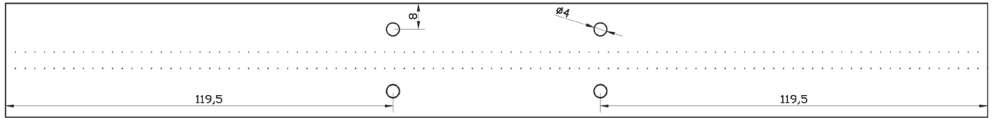

Fig. 3
3) Per una maggiore facilità di lavorazione è consigliabile realizzarne due alla volta, pertanto: tagliamo un segmento di barra a "T" della lunghezza di 303 mm.; i 3 mm in eccesso ($150+150+3=303$) tengono conto dello spessore di materiale asportato dalla lama della troncatrice o del disco abrasivo da taglio quando separeremo i due chiodi. **Lavorazione da eseguirsi sull'ala orizzontale da 35 mm:** punzoniamo alle misure indicate e realizziamo i fori da 4 mm costituenti i raccordi dei tagli trasversali e longitudinali. (Fig. 3).